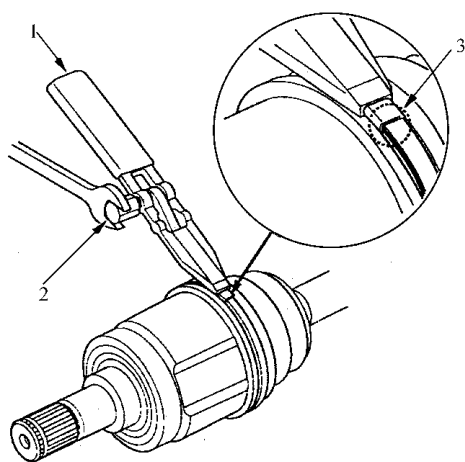

图 6-77 上紧卡环
15) 如图 6-77 所示,将卡环的自用端穿过护罩工具 KD-3191 或等效工具的头,插入卷动心轴上的狭槽。